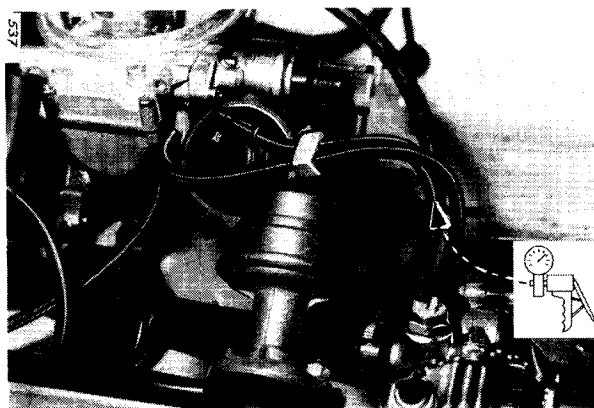

Bild 24
8. UNTERDRUCKDOSE II. STUFE und THERMOVENTIL (Bild 24, 25)
8.1 Unterdruckdose II. Stufe (Bild 24)